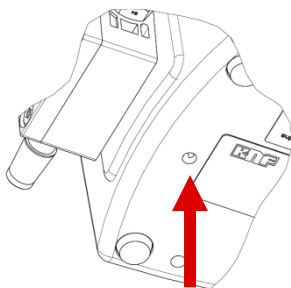

Fig. 1: Ausflussöffnung
- Ausflussöffnung (siehe Fig. 1) nie verschliessen
Bricht die Fördermembrane wird das Fördermedium über die Ausflussöffnung (siehe Fig. 1) aus der Pumpe geführt.